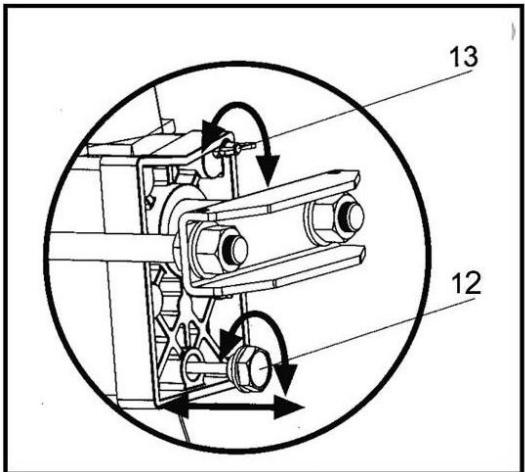

Fig. 4
Avant d'utiliser la fendeuse de bûches, la vis de purge (13) (Fig. 4) doit être desserrée de quelques tours jusqu'à ce que de l'air entre et sorte du réservoir d'huile.